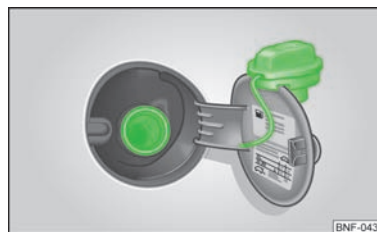

Abb. 94
Auf der Innenseite der Tankklappe sind die richtigen Kraftstoffarten für Ihr Fahrzeug, sowie die Reifengröße und der Reifenfülldruck angegeben » **Abb. 94.**
- Die Tankklappe mit der Hand aufklappen » Abb. 94.
- Den Tankverschluss linksherum herausdrehen und von oben auf die Tankklappe stecken » Abb. 94.